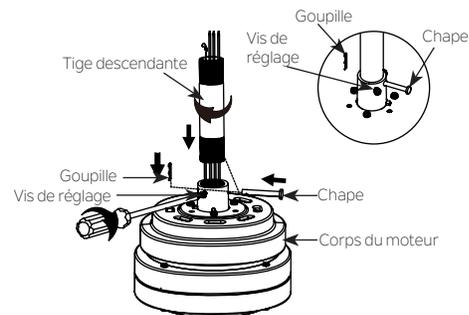

Fig. 8
Étape 4. Faites passer avec précaution les fils du ventilateur et le câble de sécurité par la tige descendante. Enfilez la bielle descendante sur l'accouplement du moteur jusqu'à ce que les trous de l'axe de la chape soient alignés. Ensuite, remplacez l'axe de la chape et la goupille, puis serrez les deux vis de réglage. (Fig. 8)